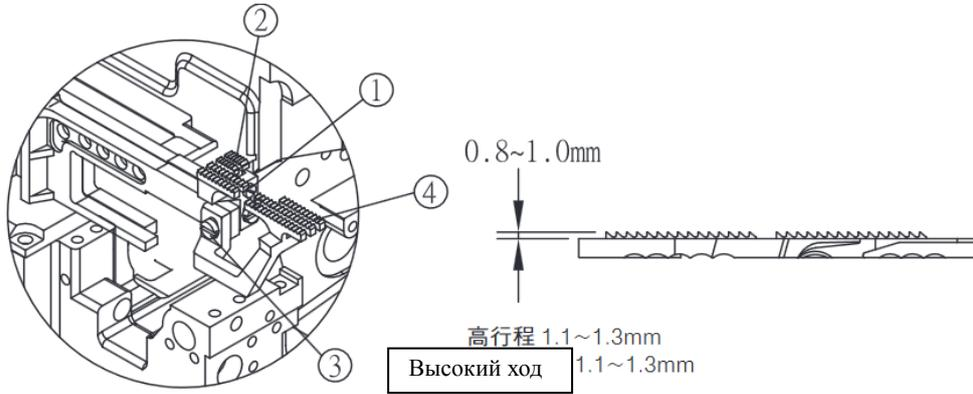

图 34 / Fig. 34
(1) Поверните шкив, чтобы поднять зубчатую рейку на самую высшую точку.
(2) Ослабьте винт ① и переместите заднюю зубчатую рейку ② вверх и вниз для того, чтобы зубчатая сторона была над игольной пластиной около 0,8 ~ 1,0 мм. Затем затяните винт ①.
(3) Ослабьте винт ③ и переместите переднюю зубчатую рейку (4) вверх и вниз для того, чтобы зубчатая сторона встала над игольной пластиной около 0,8 ~ 1,0 мм. Затем затяните винт ③. (Рис.34)